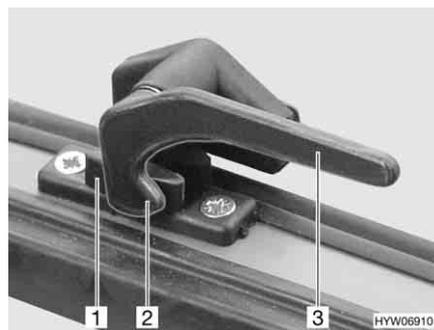

Fig. 91 Alavanca de trava na posição "fechada"
- Gire todas as alavancas de trava (Fig. 91,3) um quarto de volta na direção do meio da clarabóia.
- Gire todas as alavancas de trava (Fig. 91,3) um quarto de volta na direção do meio da moldura. A ponta de trava (Fig. 91,2) fica posicionada na parte interior do dispositivo de bloqueio da clarabóia (Fig. 91,1).
- Na posição "Bem fechada" (Fig. 91)